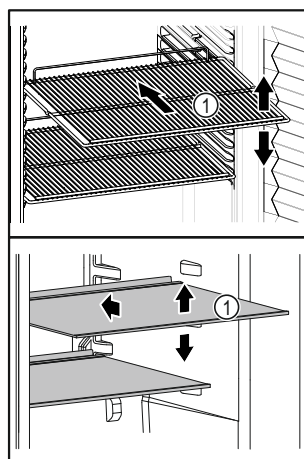

Fig. 54 Ilustrační zobrazení
- ❑ Pokud jsou odstavné plochy Fig. 54 (1) přemístitelné, přizpůsobte je vždy na danou výšku.